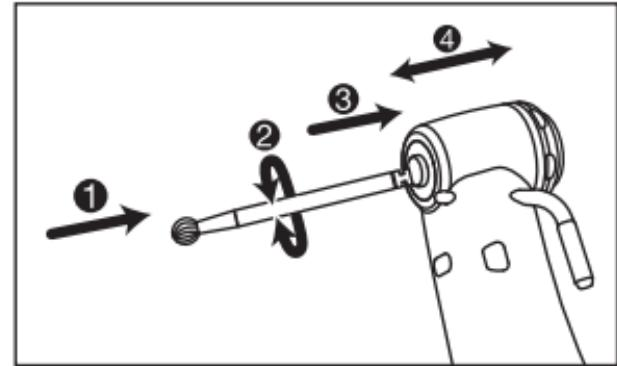

Fig. 1
- 1) Insérez la fraise/foret dans la tête.(Fig.1 ①)
- 2) Tournez légèrement la fraise/foret jusqu'à ce qu'elle/il s'intègre dans le mécanisme de verrouillage. (Fig. 1 ②)
- 3) Enfoncez la fraise/foret jusqu'à ce que vous entendiez un clic indiquant qu'elle/il est bien placé(e). (Fig. 1 ③)
- Une fois que la fraise/le foret est bien maintenu(e), tirez légèrement sur celle/celui-ci pour vérifier qu'elle/il est bien fixé(e). (Fig. 1 ④)